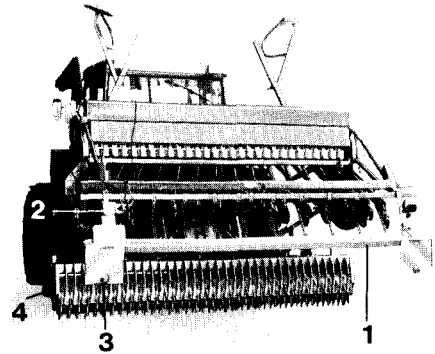

Fig. 34
- Die nach hinten ragenden Zinken des Exakttriegels müssen mit der Verkehrssicherungsleiste (Fig. 34/1) abgedeckt werden (Sonderzubehör). An dieser Verkehrssicherungsleiste befinden sich ebenfalls Leuchenträger zum Aufstecken der Beleuchtung (Fig. 34/2) und tiefliegende Rückstrahler (Fig. 34/3), die vom Boden nicht mehr als 900 mm Abstand haben dürfen.
- Der Abstand von Rückleuchtenoberkante (Fig. 34/2) zur Fahrbahn darf dann 1550 mm nicht übersteigen. Der Abstand muß auch eingehalten werden, wenn die Sämaschine in Kombination mit einem AMAZONE-System „Huckepack“ (Fig. 34) eingesetzt wird. Vergessen Sie bitte nicht, die Beleuchtung auf Funktion zu überprüfen.
- Wird die Sämaschine in Kombination mit der Rüttelegge eingesetzt, müssen die Grenzstriegel bzw. Grenzschare (Fig. 34/4) der Rüttelegge in Transportstellung gebracht werden (siehe Betriebsanleitung der Rüttelegge).